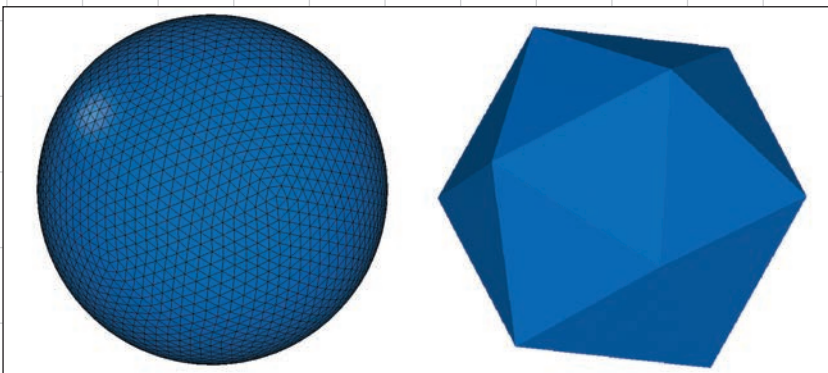

Рис. 32. Аппроксимация сферы икосаэдром
- проведена работа по аппроксимации сферы правильным выпуклым многогранником — икосаэдром, состоящим из 20 граней, 30 ребер и 12 вершин (рис. 32),